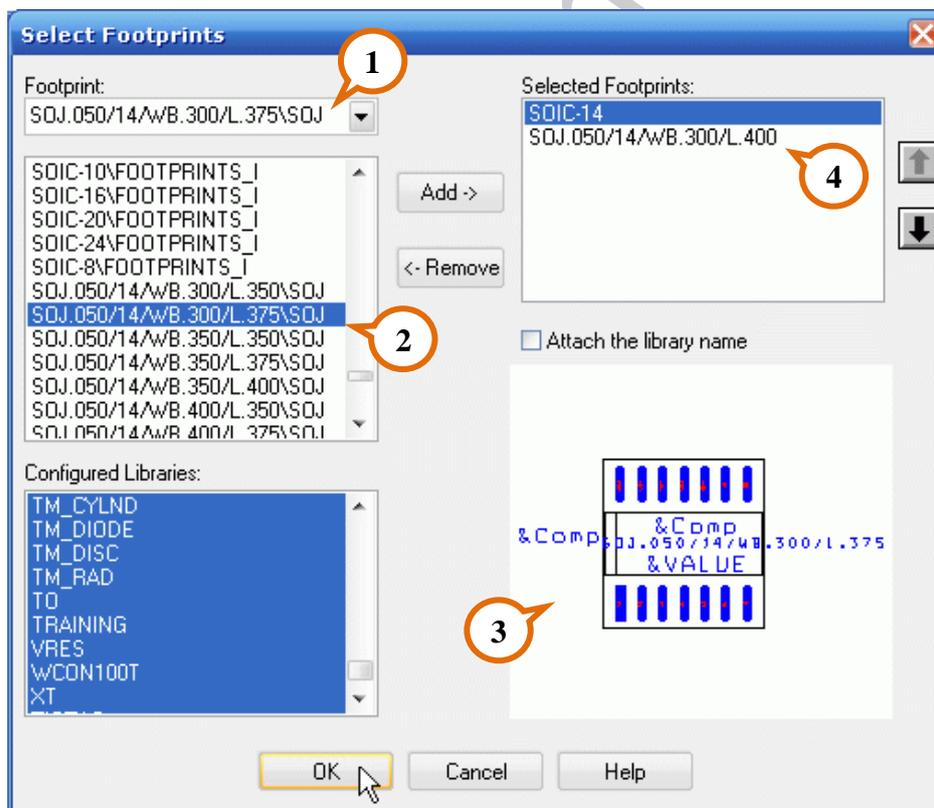

рис. 11-42
Независимо от того, имеется у Вас готовая библиотека footprint-ов или нет, внесите в поле **Footprint** название корпуса микросхемы и нажмите кнопку **<Add>** (рис. 11-42, ①). Если соответствующий footprint будет найден, его полное имя будет отображено в поле ②, а в поле ③ появится изображение.
Вы можете указать несколько альтернативных вариантов, как это показано на **рис. 11-42**, ④.